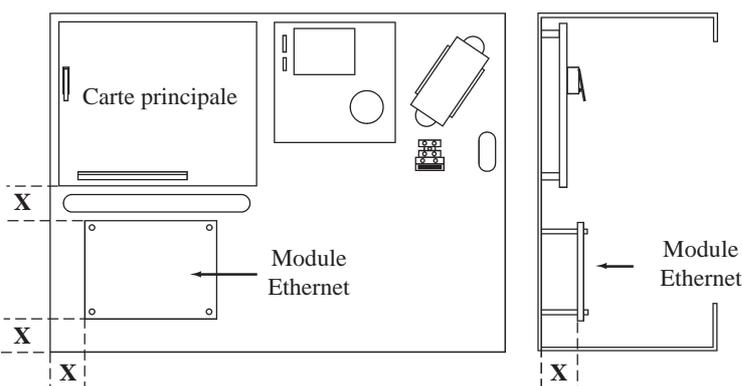

Figure 2. Installation du module Ethernet à l'intérieur d'une centrale Galaxy.
2. Positionner le module comme indiqué sur la figure 2 ci-contre.